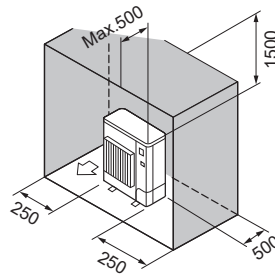

Abb. 2-12
- (6) Hindernisse nur auf der Rückseite, beiden Seiten und der Oberseite (Abb. 2-12)